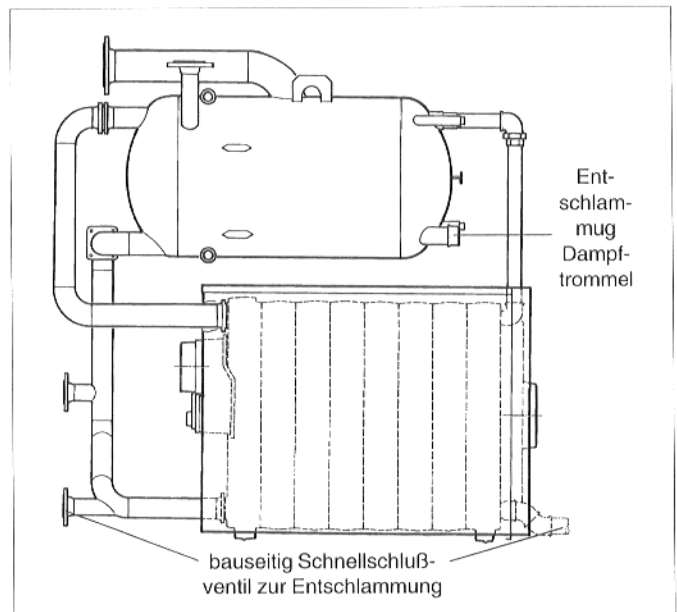

Abb. 31
- Zum Entschlammern des Kesselblockes die an der unteren Kesselnabe bauseits vorzusehenden Schnellschlußventile benutzen (Abb. 31).